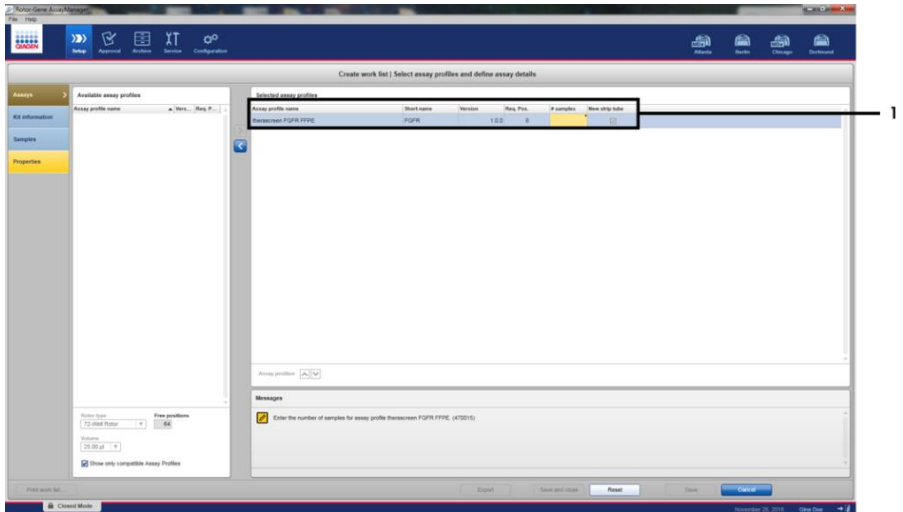

Figure 8. Fenêtre principale de création de liste de travail. 1 = Ajoutez le nombre d'échantillons dans « Assay profile name » (Nom du profil de test).
4. Dans la fenêtre « Selected assay profiles » (Profils de test sélectionnés), saisissez le nombre d'échantillons de test à tester sans compter les contrôles d'analyse (Figure 8).